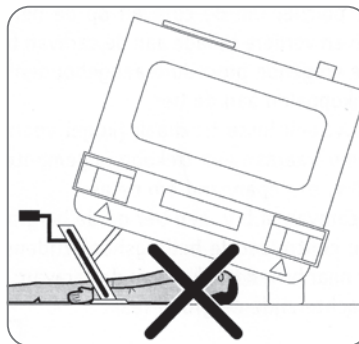

Abbildung 7.02
- Falls das Reserverad unter dem Shelter befestigt ist, ziehen Sie den Reserveradhalter (Abbildung 7.02) in Ihre Richtung nach unten. Bei anderen Wohnwagen ist das optionale Reserverad im Deichselkasten untergebracht.